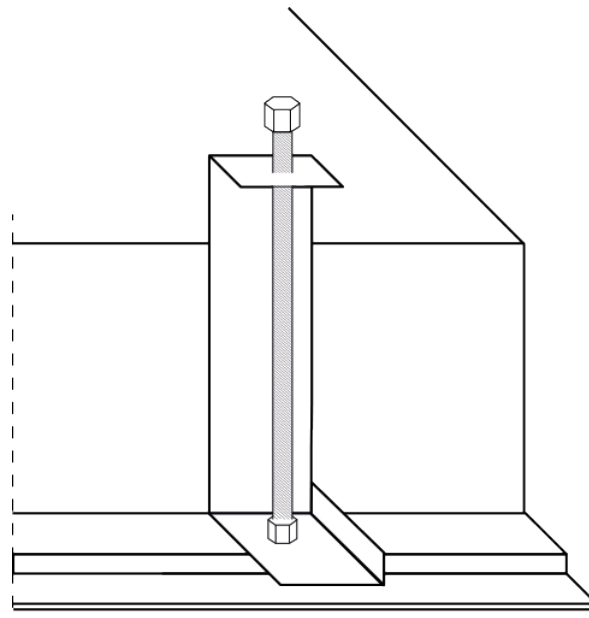

Рис.4
- Закрутить винты до упора, проследив чтобы светильник плотно прижался по периметру. В закрытом положении установочная лапка обеспечит дополнительную фиксацию потолочной панели (рис. 4). При необходимости загерметизировать светильник по периметру.